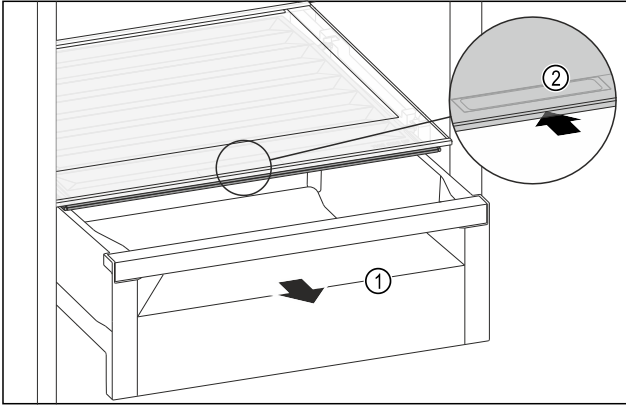

Fig. 136
- ▶ 拉出抽屉 Fig. 136 (1)。
- ▶ 抓住抽屉盖上的内嵌式拉手 Fig. 136 (2)，并同时向后推入抽屉盖。